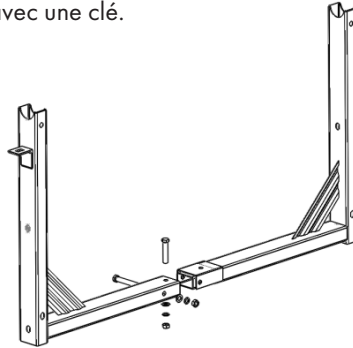

Fig.4
- Reliez le cadre de gauche (3), p.13 au cadre de droite (10) comme indiqué dans la figure 4.